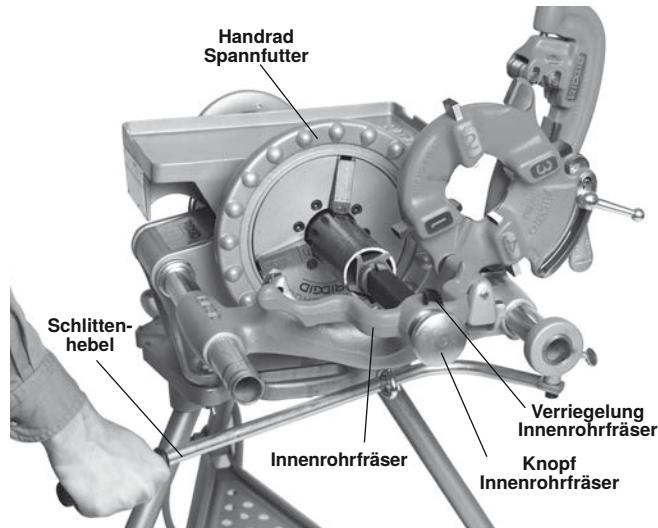

Abbildung 22 - Entgraten mit 341 Innenrohrfräser
2. Fahren Sie den Innenrohrfräser durch Drücken des Riegels und Schieben des Knopfes in Richtung Rohr aus, bis der Riegel am Ende der Stange einrastet (*Abbildung 22*).